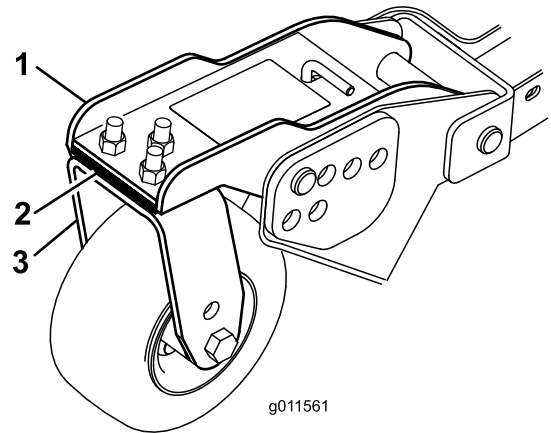

Figure 103
1. Enlevez les vis et écrous de fixation de la roue pivotante à la fourche (Figure 103).